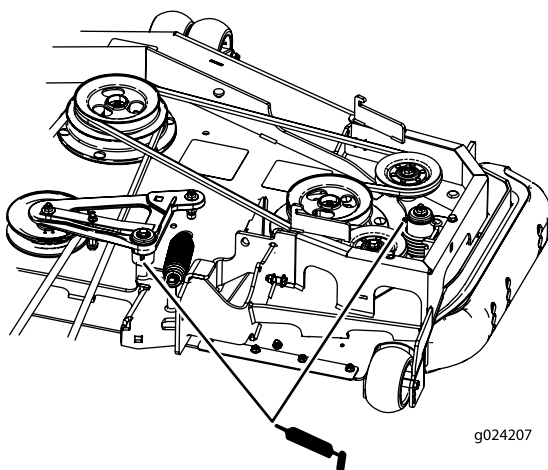

Рисунок 53
- Смажьте консистентной смазкой рычаги натяжного ролика ремня деки (только на машинах с задним выбросом), как показано на Рисунок 53.